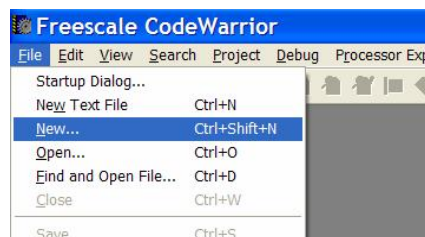
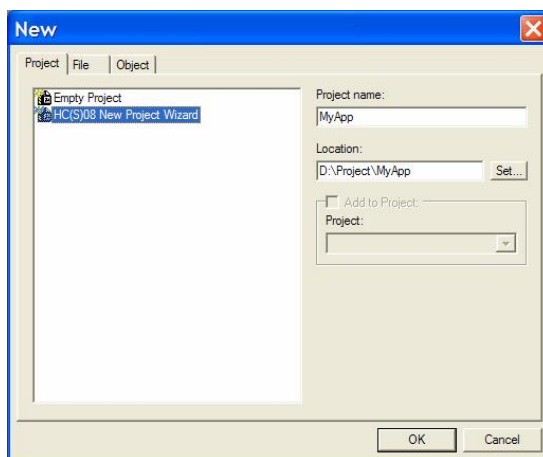

图 1-1
图 1-2
运行 CodeWarrior (CW) 集成开发平台, 如图 1-1 所示在 File 菜单下点击 New, 弹出建立新项目的模板对话框, 见图 1-2。
一般的简便做法是在图 1-2 对话框左面的选择列表中选择“HC(S)08 New Project Wizard”, 然后在右面的项目名“Project Name”输入条中, 输入你要建立的新项目名字, 再在“Location”一栏中用 **Set...** 确定项目存放的文件夹路径, 完成后按“OK”进入下一步。
你也可以在图 1-2 对话框左侧列表中选择“Empty Project”, 这样生成的项目不包含任何文件, 你必须在 CodeWarrior 中自己添加所有相关的文件内容。我想除非有特殊理由, 实际项目开发过程中很少采用这种麻烦的方式来建立自己的项目。